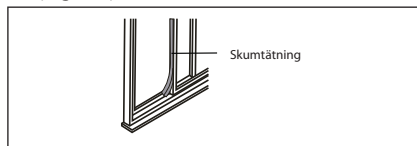

Fig. 21
6. Kapa skumtätningen till lämplig längd och täta det öppna mellanrummet mellan skjutbågen och yttre fönsterbågen såsom visas i Fig.21.